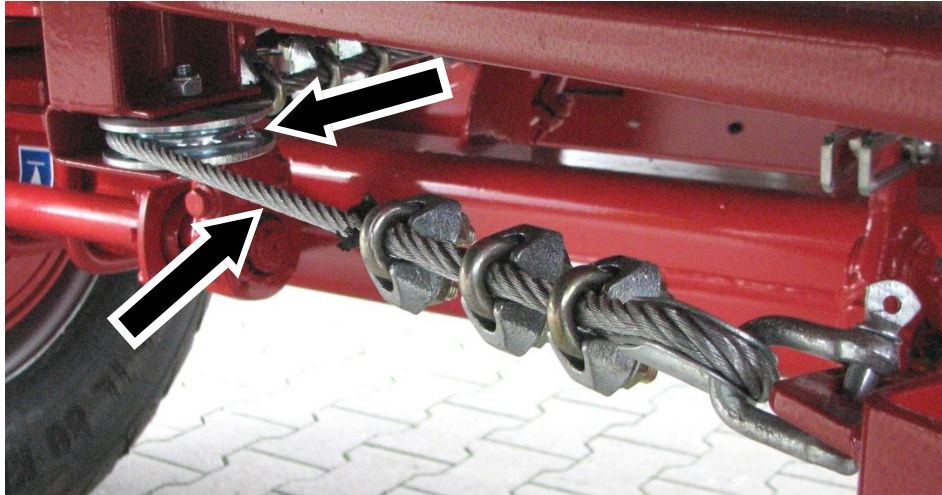

Abbildung 48: Umlenkrolle und Bremsseil einfetten
- ⇒ Fetten Sie das Bremsseil und die Umlenkrolle mit einem Pinsel ein (siehe Abbildung 48).